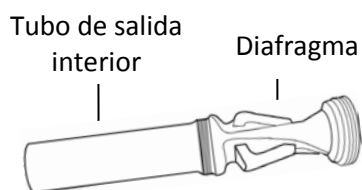

Figura 8
- Empuje el diafragma en el tubo de extensión interior (Figura 8).